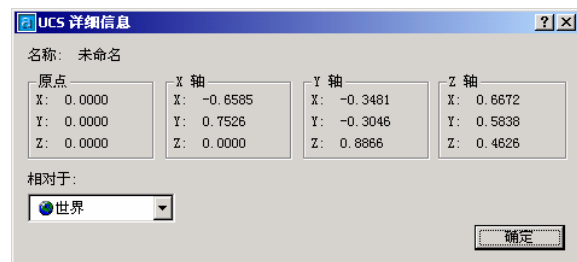

图 1-16 坐标系的详细信息
③选择某个列表项，然后单击“置为当前”按钮，可以恢复指定的坐标系。例如，选择“世界”列表项，可以恢复 WCS。选择“上一个”列表项，可以恢复上一个 UCS。利用“上一个”列表项，可以依次恢复 AutoCAD 保存的最近 10 个 UCS。
④选择某个列表项，然后单击“详细信息”按钮，在弹出的对话框中可以显示指定坐标系的坐标轴和原点的相关信息，如图 1-16 所示。